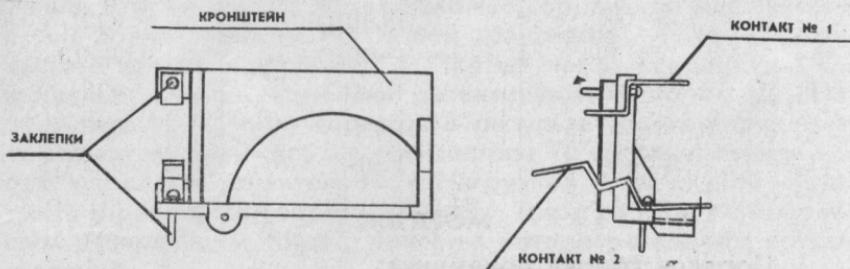

РИС. 4
- прикрепите контакты выключателя к кронштейну батареи (рис. 4);